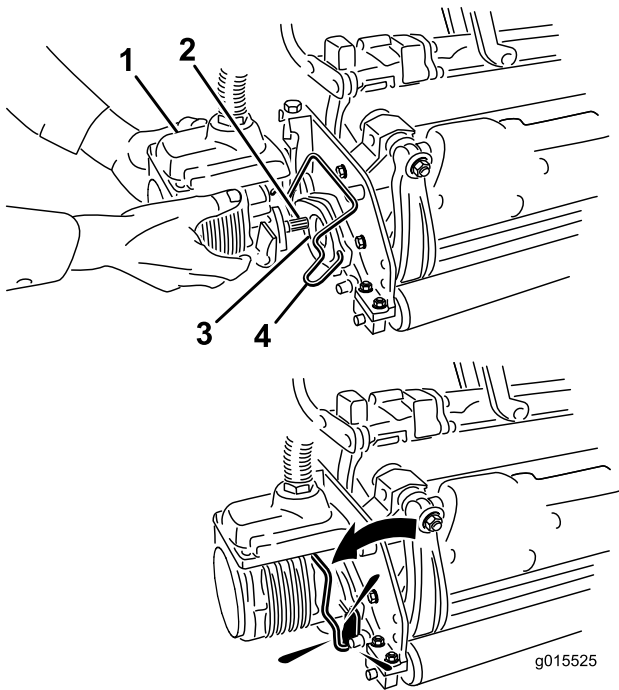

Figura 38
6. Revista o veio estriado do motor da unidade de corte com massa lubrificante limpa (Figura 38).
7. Insira o motor no lado esquerdo da unidade de corte (visto da posição do operador) e empurre a barra de retenção do motor na unidade de corte na direção do motor até ouvir um “clique” de ambos os lados do motor (Figura 38).